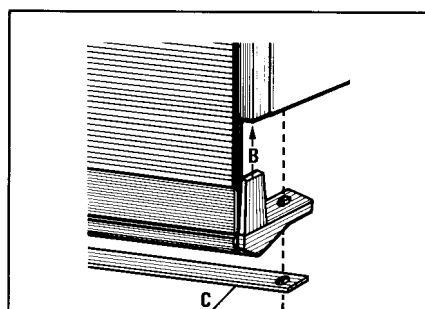
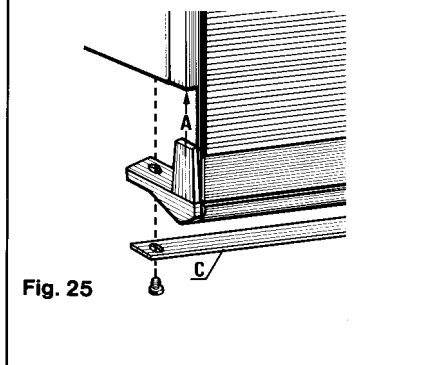

Fig. 24
Fig. 25
6) La porta basculante va montata con le due staffe di fissaggio (A e B) e con la flangia (C) che deve essere montata tassativamente (fig. 24 e 25).
- mettere la porta in posizione verticale. Inserire la parte (A) della branca di fissaggio nel profilato del pannello laterale sinistro, rispettando la posizione del disegno.
- piegare la branca di fissaggio a 90°, inserire la parte (B) (fig. 25) nel profilato della caldaia e fissare il complesso sotto il pannello laterale destro (fig. 25).